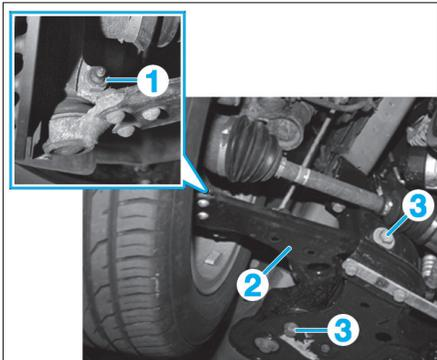

Fig. 12
- la vis de fixation (1) du bras inférieur (2) sur le pivot (Fig.12),
- les vis de fixation (3) du bras inférieur (2) sur le berceau,
- le bras inférieur (2).